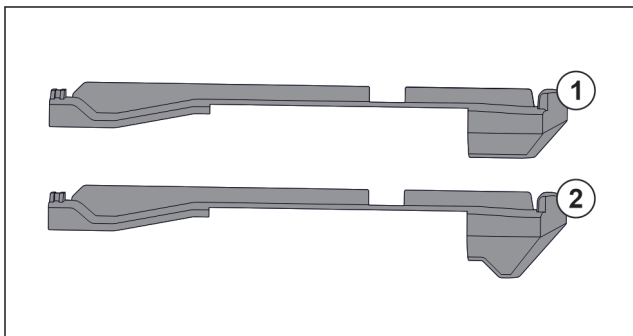

Fig. 62 Сравнение на наставките
В уреда има два вида наставки. Наставката над най-долното чекмедже Fig. 62 (2) има триъгълен ръб. Всички останали наставки Fig. 62 (1) имат прав ръб.
- ▶ Поставете наставката Fig. 62 (2) с триъгълния ръб над най-долното чекмедже.
- ▶ Поставете наставка Fig. 62 (1) с прав ръб на всички останали места.